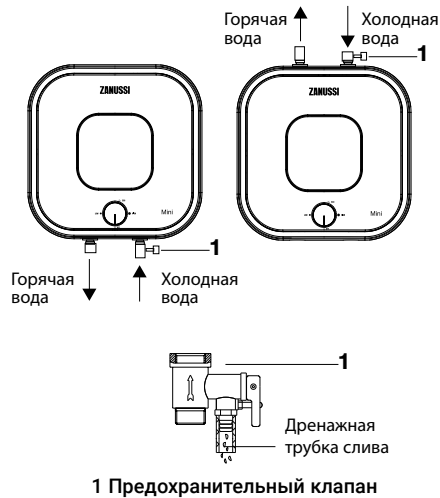

Рис. 5.
- 3. Предохранительный клапан следует устанавливать в месте входа холодной воды (см. рис. 5).